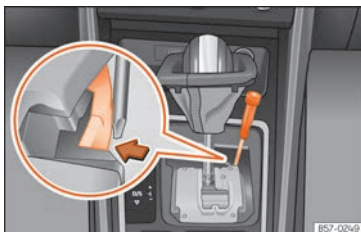

Fig. 140 Levier sélecteur : déverrouillage d'urgence de la position de parking.
- En utilisant le côté plat d'un tournevis, appuyez latéralement sur la languette jaune et maintenez » » » fig. 140 .